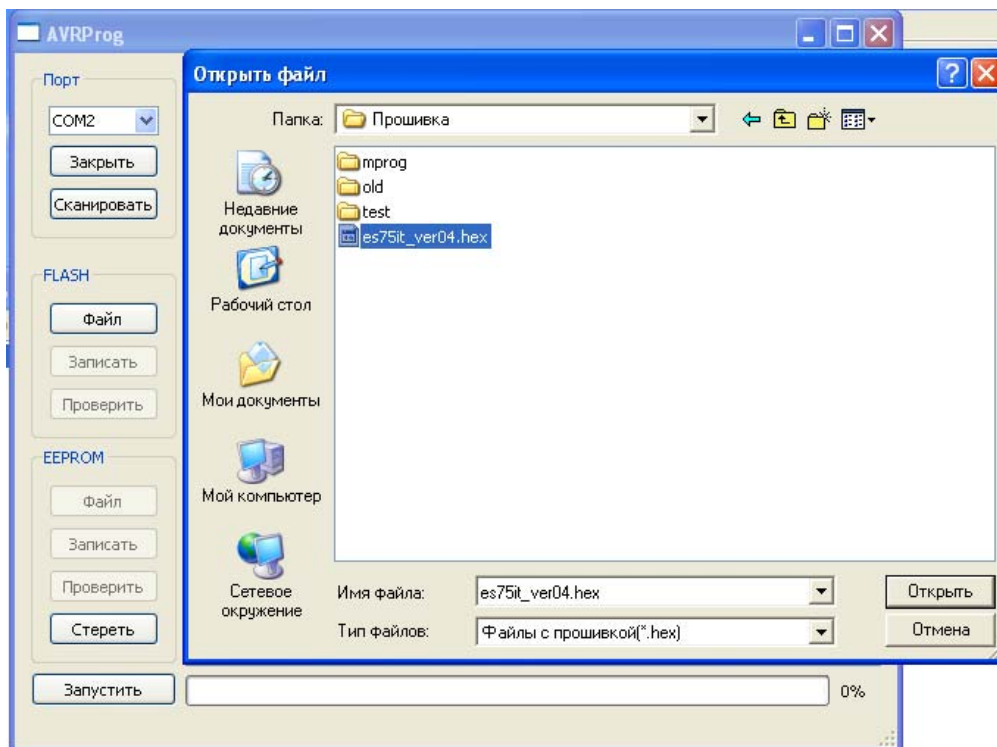

Рис.4
4. Выберите файл новой прошивки, нажав кнопку “Файл”. Откроется окно (рис.4).